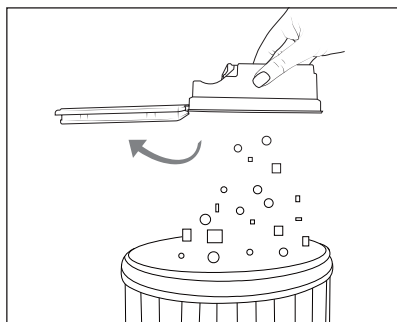

Fig. 8
- 3) Goliiți conținutul recipientului de praf **12** într-un recipient pentru deșeuri (a se vedea fig. 8).